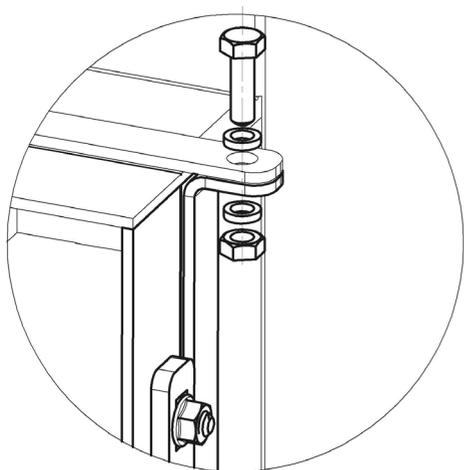

Рисунок 9
8. Зафиксировать переходники между собой на обечайке, при помощи болтов, шайб и гаек (рис. 9 и 9.1)